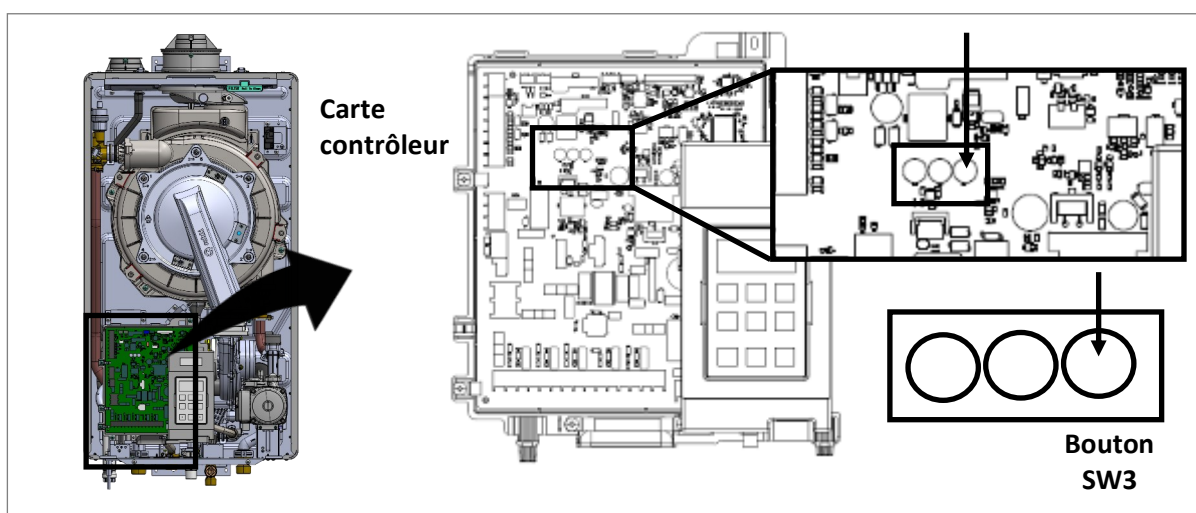
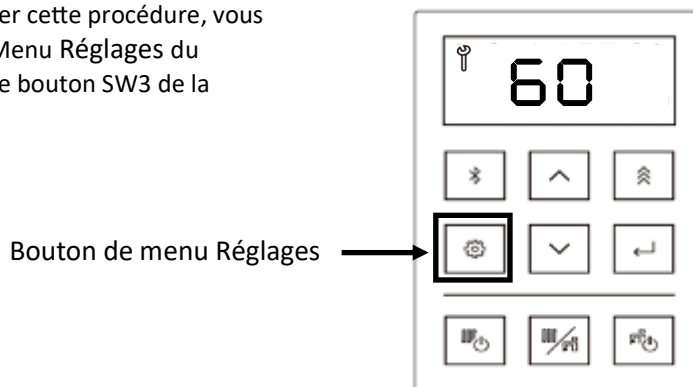

Figure 152
Figure 154
11. Appuyer sur le bouton SW3 de la carte contrôleur (figure 152).
16. L'afficheur indique « 60 » (figure 154), ce qui correspond au temps de rinçage restant en minutes. Ce nombre diminue de 1 par minute. Si le rinçage doit être interrompu, arrêter la pompe. Le nombre affiché ne diminue pas tant que l'appareil ne détecte pas d'écoulement d'eau. Lorsque la pompe se remet en marche, le temps de rinçage restant recommence également à diminuer.
**Remarque:** Si vous devez annuler cette procédure, vous pouvez appuyer sur le bouton Menu Réglages du contrôleur (figure 154), ou sur le bouton SW3 de la carte contrôleur (figure 152).